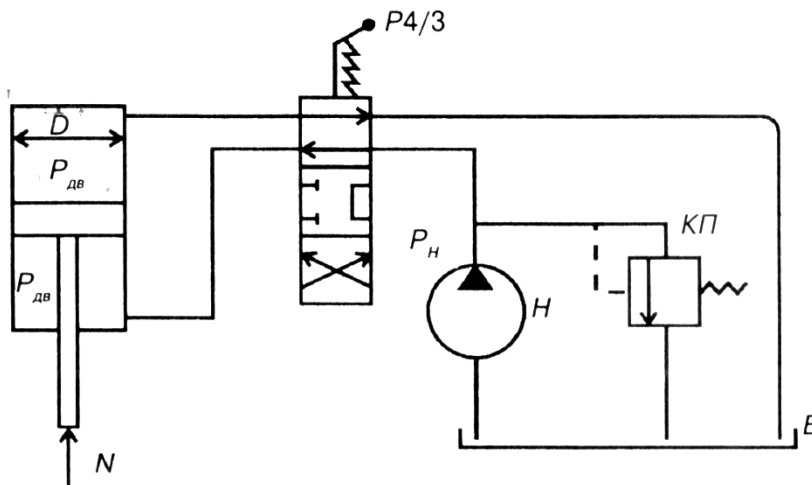

Рисунок 1 – Схема объемного гидропривода возвратно-поступательного движения
**Задача №1.** Гидравлическая система рулевого управления трактора К-700 (рисунок 1) состоит из насоса  $H$  шестеренчатого с подачей  $Q$ , развивающего давление на выходе насоса  $P_n$ , нагнетательного трубопровода длиной и диаметром  $d$ , предохранительного клапана  $KП$ , гидрораспределителя  $P4/3$ , силового цилиндра  $Ц$  с поршнем диаметром  $D$ , сливного трубопровода и гидробака  $Б$ . В качестве рабочей жидкости используется автотракторное масло с кинематической вязкостью  $\nu$  и удельным весом  $\gamma$ .